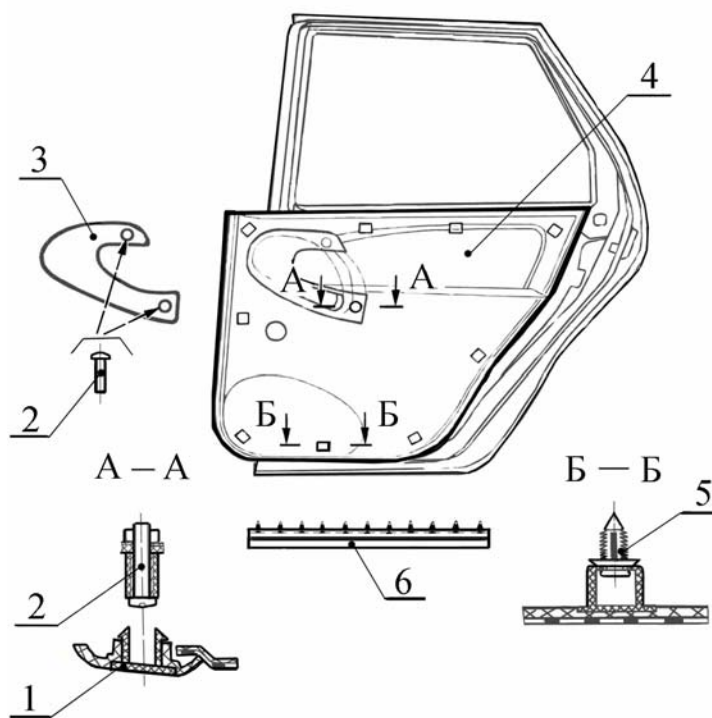

Рис.7. Обивка двери:
4.2 Снять заглушки 1, рис.7, с винтов крепления ручки обивки 3 (отвертка плоская).
4.5 Отвернуть два винта 2, рис.7, крепления ручки 3 обивки, снять ручку обивки (отвертка крестообразная).
4.7 Снять обивку 4, рис.7, задней двери, преодолевая сопротивление пластмассовых кнопок 5 (отвертка плоская).
4.30 Снять с нижней кромки задней двери уплотнитель порога 6, рис.7, (отвертка плоская).